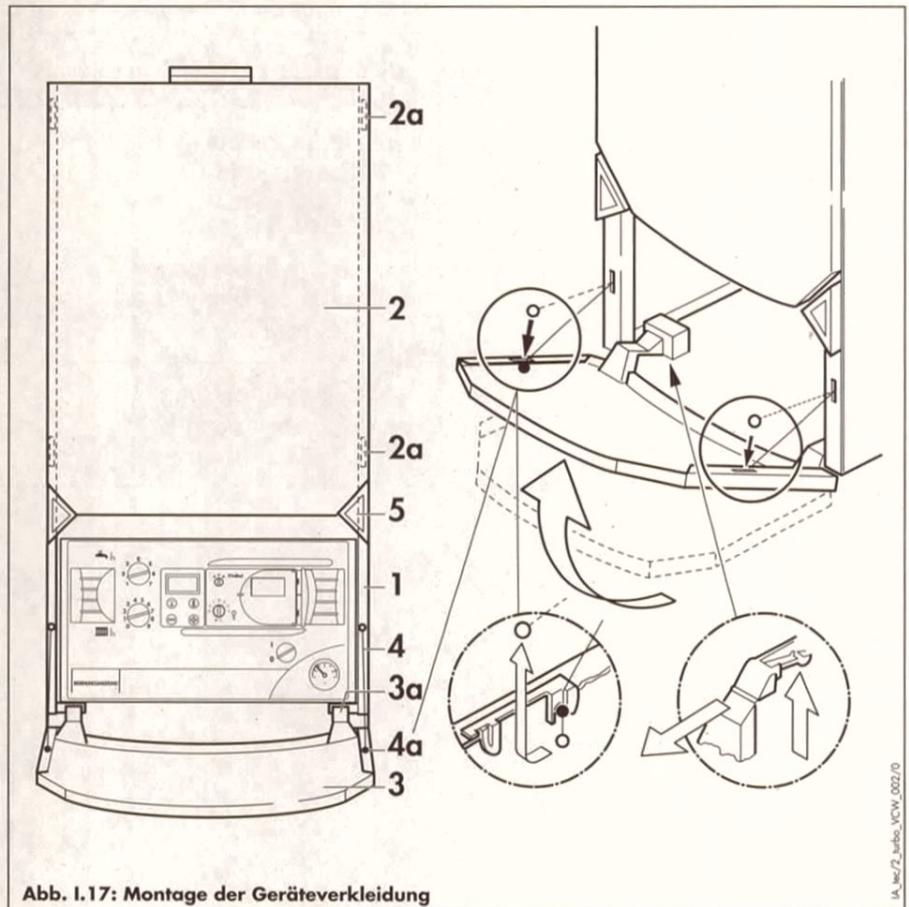

Abb. I.17: Montage der Geräteverkleidung
Legende zu Abb. I.17
- Hängen Sie die Frontverkleidung (2) in die Aufnahme (2a) der Seitenwände (1) ein.
- Lassen Sie die Frontklappe (3) in die Scharniere (3a) einrasten.
- Ziehen Sie die Arretierseile (4) aus den Seitenwänden und hängen Sie diese in die Aufnahme (4a) ein.
- Klappen Sie die Frontklappe (3) hoch bis diese einrastet.
- Durch gleichzeitiges Drücken auf die Öffnungstasten (5) wird die Frontklappe geöffnet und kann nach unten geschwenkt werden.
- Bringen Sie das untere Abdeckblech (in Abb. I.17 nicht dargestellt) mit vier Schrauben an.